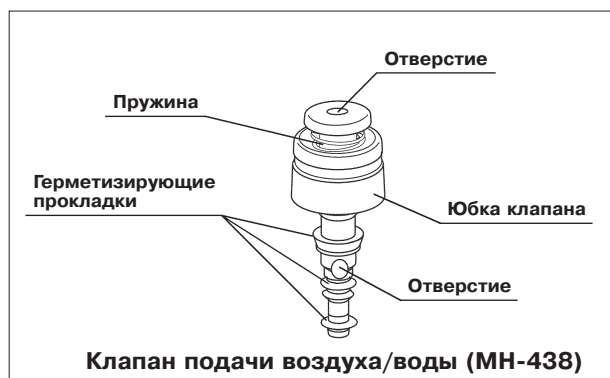

Рис. 3.8
Убедитесь в том, что отверстие в верхней части клапана подачи воздуха/воды не заблокировано (см. рис. 3.8).
1. Убедитесь, что отверстия в клапанах не заблокированы (см. рис. 3.8 и 3.9).
2. Убедитесь в отсутствии деформаций и повреждений клапанов (см. рис. 3.8 и 3.9).
3. Убедитесь в отсутствии царапин и надрывов на герметизирующих прокладках клапана подачи воздуха/воды (см. рис. 3.8).